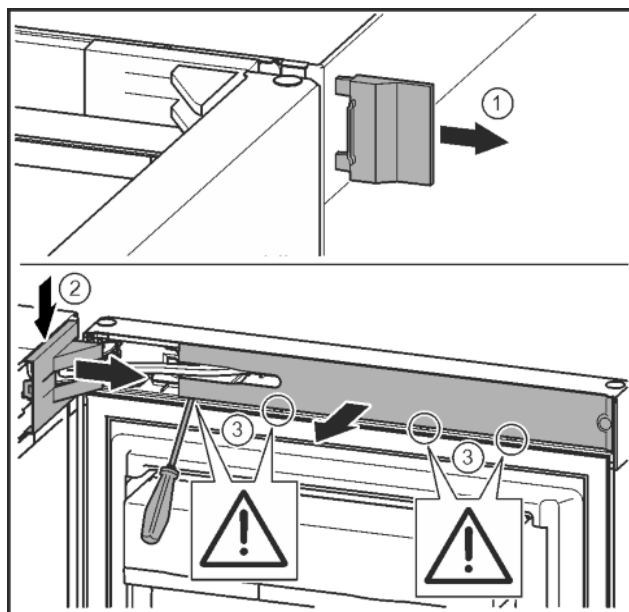

Fig. 12
- ▶ Buitenste afdekking verwijderen. Fig. 12 (1)
- ▶ Lagerbusafdekking ontgrendelen en losmaken. Afdekking van de lagerbus verwijderen. Fig. 12 (2)
- ▶ Paneel met de sleufschroevendraaier losmaken en naar de zijkant draaien. Fig. 12 (3)